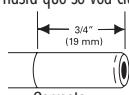

Figura 2
- Mida 3/4 de pulgada (19 mm) desde el extremo de cada pedazo de tubo que quede (extremo de entrada y de salida) y haga una marca con un lápiz. Vea la figura 2. Compruebe su redondez y lisura y que no haya cortes, mellas, puntos planos ni bordes afilados.